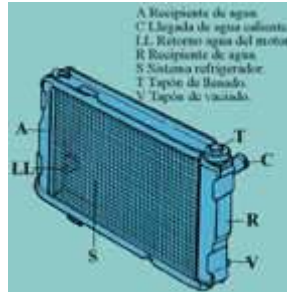

Fig. 4
- **Radiador (fig. 4)**
Las partes del radiador se indican en la **fig. 4**